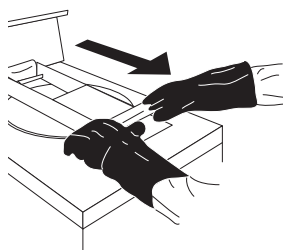

FIGURA 10
- A. Use ambas manos en la manija para bajar la tapa. (Figura 10)